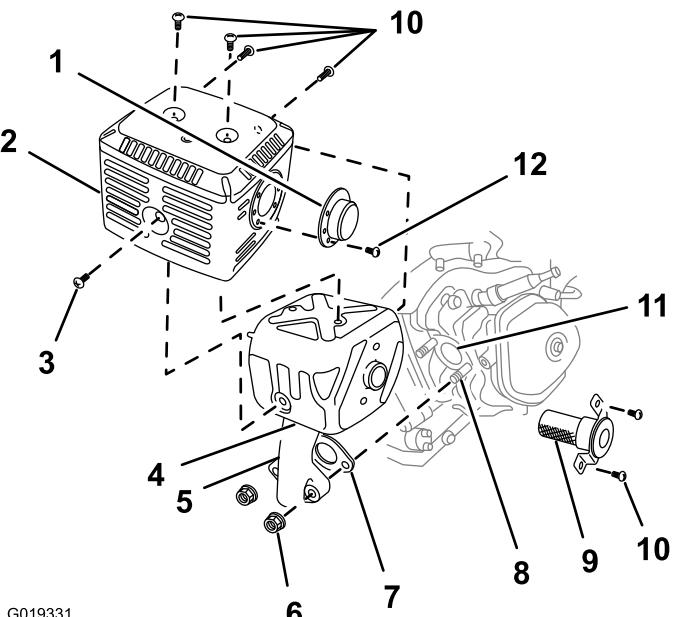

Рисунок 32
1. Отверните 2 гайки (8 мм) для снятия глушителя с цилиндра (Рисунок 32).
3. Отверните винты (5 мм и 6 мм) с защитного элемента глушителя и снимите защитный элемент (Рисунок 32).
- Отверните винт (4 мм) с искрогасителя и снимите искрогаситель с глушителя (Рисунок 32).